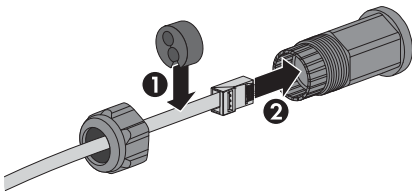

Imagen 2.20. Recorrido de los cables a través de los racores atornillados para cables
2. Guíe los cables por la base del inversor a través de los racores atornillado para cables. Consulte Ilustración 2.20